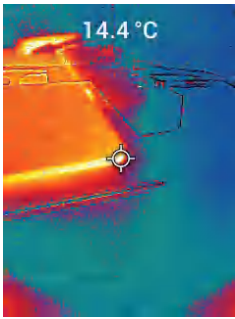

图 5.1 组合式热成像和可见光图像 (MSX®)
6. 显示屏上的温度读数表示目标点的测量值。请参阅图 5.1。